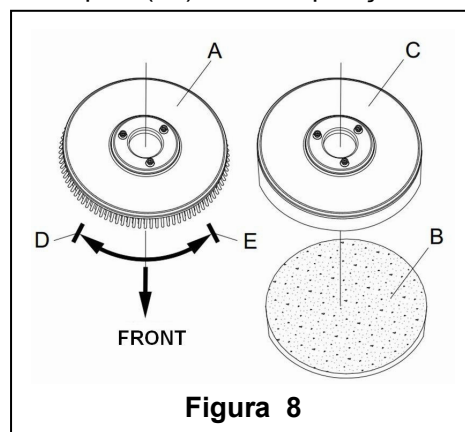

Figura 8
De acordo com o tipo de chão a ser limpo, deve instalar o suporte da escova (Figura 8, A) ou da almofada (Figura 8, B e C).
- (Só aplicável para **AS430B** e **AS510B**): certifique-se que o interruptor (41) está na posição de desconexão (O).
- Pressione o guião (2) para levantar o corpo do tanque (26).
- Coloque o suporte de escova (A) ou almofada (B-C) debaixo da caixa.
- Utilize o guião (2) para baixar o corpo do tanque (26) para entrar em contacto com o suporte da escova ou almofada.
- Para instalar o suporte da escova/almofada automaticamente, mude o interruptor de energia (41) para a posição "I" e pressione o interruptor de segurança (1). Empurre gentilmente a máquina para a frente para permitir que a roda no fundo do corpo do tanque se alinhe com o suporte de escova ou almofada, ficando bem instalado. Se necessário, repita este procedimento até o suporte de escova/almofada estar completamente instalado.
- Se o Passo 5 acima for difícil de completar, utilize o método manual seguindo a seta (D) para instalar o suporte de escova/almofada (como mostrado na **Figura 8**).
7. Para descarregar o suporte de escova/almofada automaticamente, mude o interruptor de energia (41) para a posição "O". Utilize a sua mão para segurar o guião, e pressione a máquina para baixo até que a roda guia toque no chão e o suporte de escova/almofada fique no ar. Mude o interruptor de energia (41) para a posição "I", e pressione o interruptor de segurança para girar o suporte de escova/almofada até que caia no chão.
8. Se o Passo 7 acima for difícil de completar, utilize o método manual de girar o suporte na direcção oposta ao encaixe, e poderá retirá-lo (como mostrado na **Figura 8**).